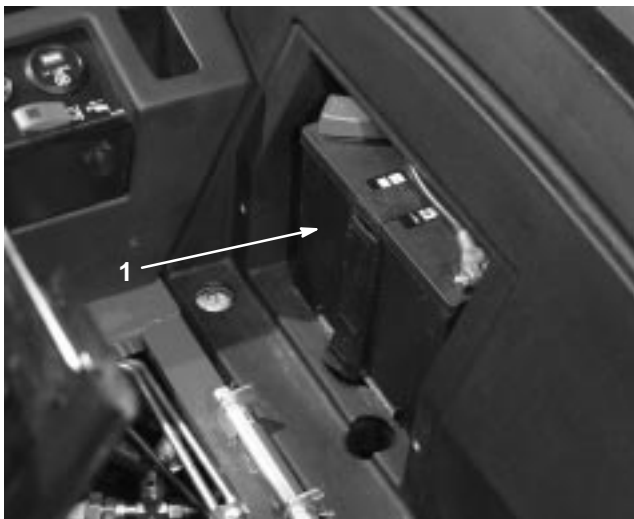

Bild 72
3. Entfernen Sie die Verschlussdeckel von der Batterie (Bild 72) und füllen jede Zelle langsam mit Säure, bis sie soeben die Platten bedeckt.